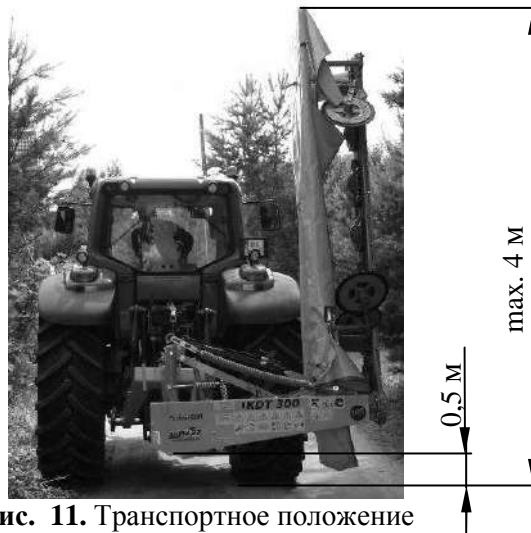

Рис. 11. Транспортное положение
- поднять косилку при помощи гидравесного устройства трактора на тягах трактора так, чтобы цапфы рамы навески располагались на уровне не менее 0,5 м над землей (**Рис. 11**),